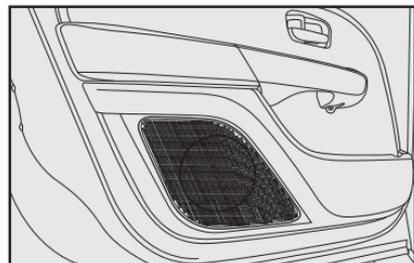

fig. 116
- Alto-falantes das portas dianteiras (algumas versões) **fig. 116**.